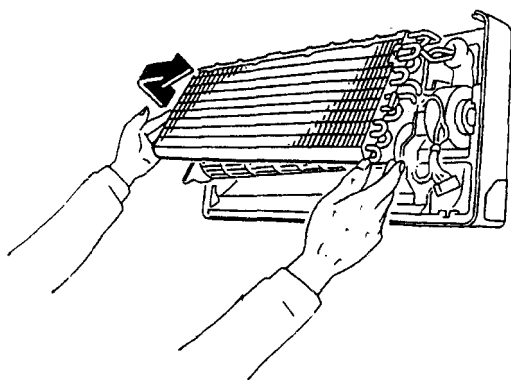

图 1-6 双手轻抬蒸发器方法
(5) 把室内机外壳卸下后，卸下固定蒸发器自攻螺钉，双手向上轻抬蒸发器，如图 1-6 所示；